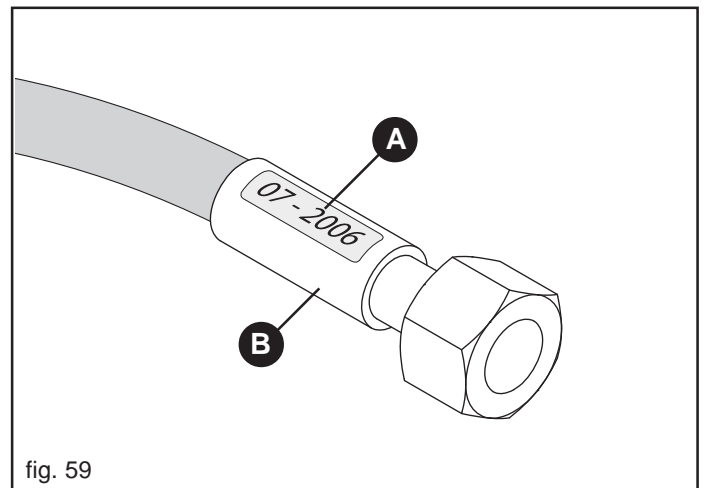

fig. 59
- Ölhydraulische Rohre dürfen nicht länger als 5 Jahre verwendet werden, auch wenn sie nicht benützt werden (natürliche Alterung). Auf Abbildung 59 (A) ist ein Beispiel zum Produktionsjahr der ölhydraulischen Rohre angegeben.
- Lecks in der Nähe der Einlagen (B, Abb. 59);
- Korrosion der Einlagen (B, Abb. 59);
- mehr als 5 Jahre seit dem Produktionsdatum vergangen sind (A, Abb. 59).